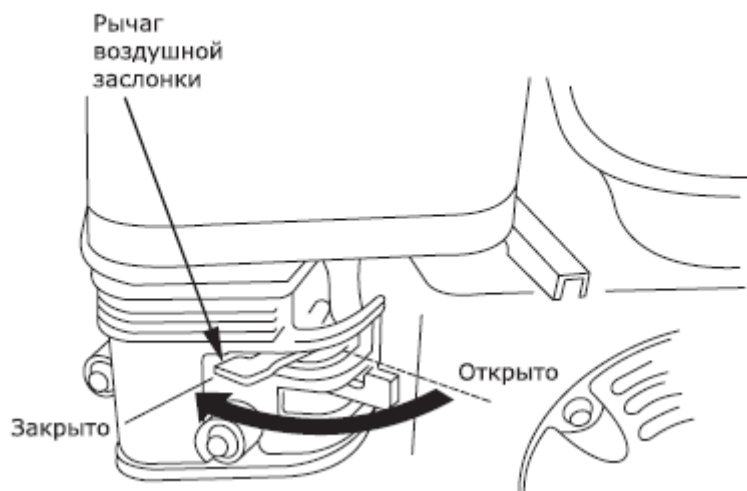

Рис.7 – Управление воздушной заслонкой
- Поставьте рычаг привода воздушной заслонки (рис. 7) в следующее положение: